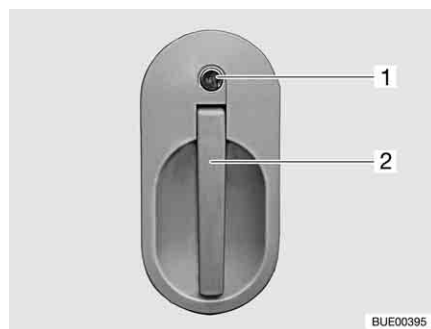

Fig. 37 Serratura della porta conducente, lato esterno
- Inserire la chiave nel cilindro della serratura (Fig. 37,1) e ruotare fino a quando la serratura della porta si sblocca.
- Tirare la maniglia della porta (Fig. 37,2). La porta è aperta.
- Inserire la chiave nel cilindro della serratura (Fig. 37,1) e ruotare fino a quando la serratura della porta si blocca.